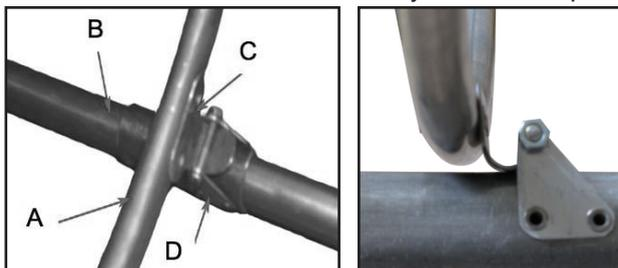

Рис. 3 Установка шпангоута №1.
4. Закрепить на носовом штевне шпангоут № 1 – см. рис. 3
Внимание! Шпангоут крепится к кильсону посредством крючка, зацепляющегося за серьгу обязательно со стороны катета (см. рис. 3). Для этого крючок шпангоута (С) цепляется за серьгу кильсона (D).
5. Соедините носовой мидель и шпангоут №1 (8). Для этого вставьте крючок миделя в скобку для крепления мидельвейса шпангоута. Совместите отверстия носового привальника и привальника (3). Защелкните соединение на кницу привальника, так чтобы штырь кницы вошел в отверстие на привальниках. Рис 4.